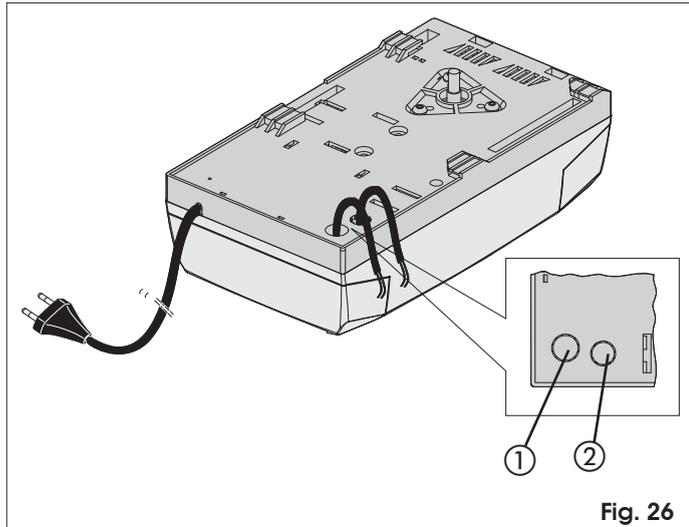

Fig. 26
- Pour la connexion des commandes externes, des sécurités et des signalisations, défoncer la pré-cassure (Fig. 26 ref. ①).
- Pour la connexion du bord de sécurité, (voir par. 17.3), défoncer la pré-cassure (Fig. 26 ref. ②).